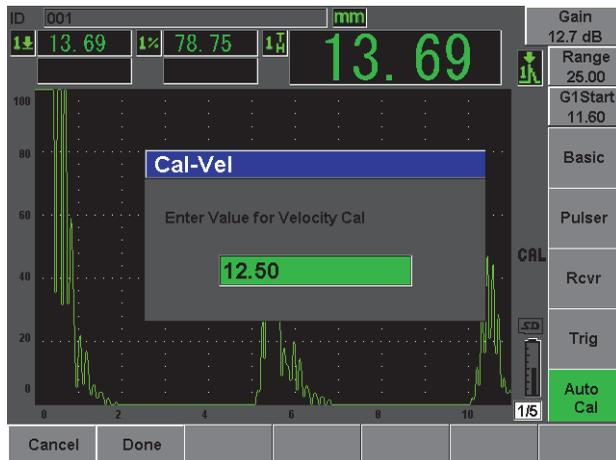

图 2-17 声速校准数值
- 使用飞梭旋钮或箭头键，将显示的数值调整为正确的厚度。本示例中，探头被耦合到 12.5 mm 的阶梯上（参见第 47 页的图 2-17）。